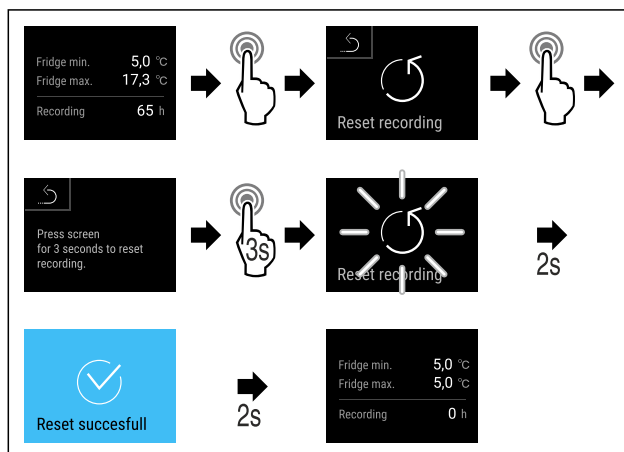

Fig. 69
- ▶ Eseguire i passi (vedere Fig. 69) .